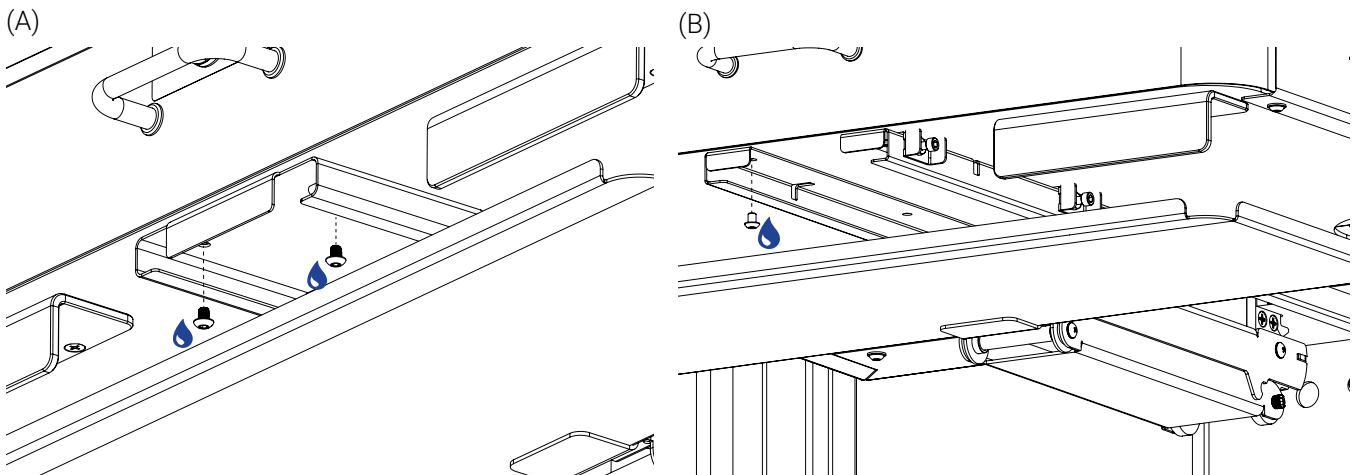

Figure 11: Installation des(de la) dernière(s) vis
- Pour un Chariot d'endoscopie avec un mécanisme coulissant en 1-partie, serrer les deux (2) dernières vis enduits d'adhésif frein-filet de force moyenne à l'aide d'une clé hexagonale 1/8 po (Figure 11 A).
- Pour un Chariot d'endoscopie avec un mécanisme coulissant en 2-parties, serrer la dernières vis enduit d'adhésif frein-filet de force moyenne à l'aide d'une clé hexagonale 1/8 po (Figure 11 B).